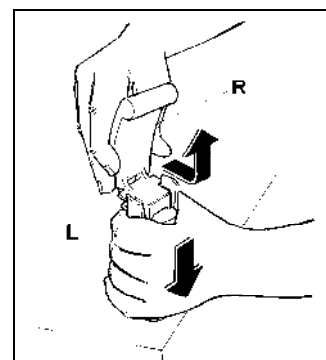

Fig. 17
- Démontez le robinet en exerçant une pression vers le bas sur le corps L et extraire le levier R de son emplacement (voir fig.17).